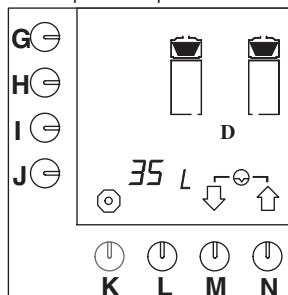

Fig. 54 Remise à zéro du compteur journalier du système de filtration
- Appuyez sur la touche de sélection (M.)↓ jusqu'à ce que la fig.54 s'affiche sur l'écran de contrôle.